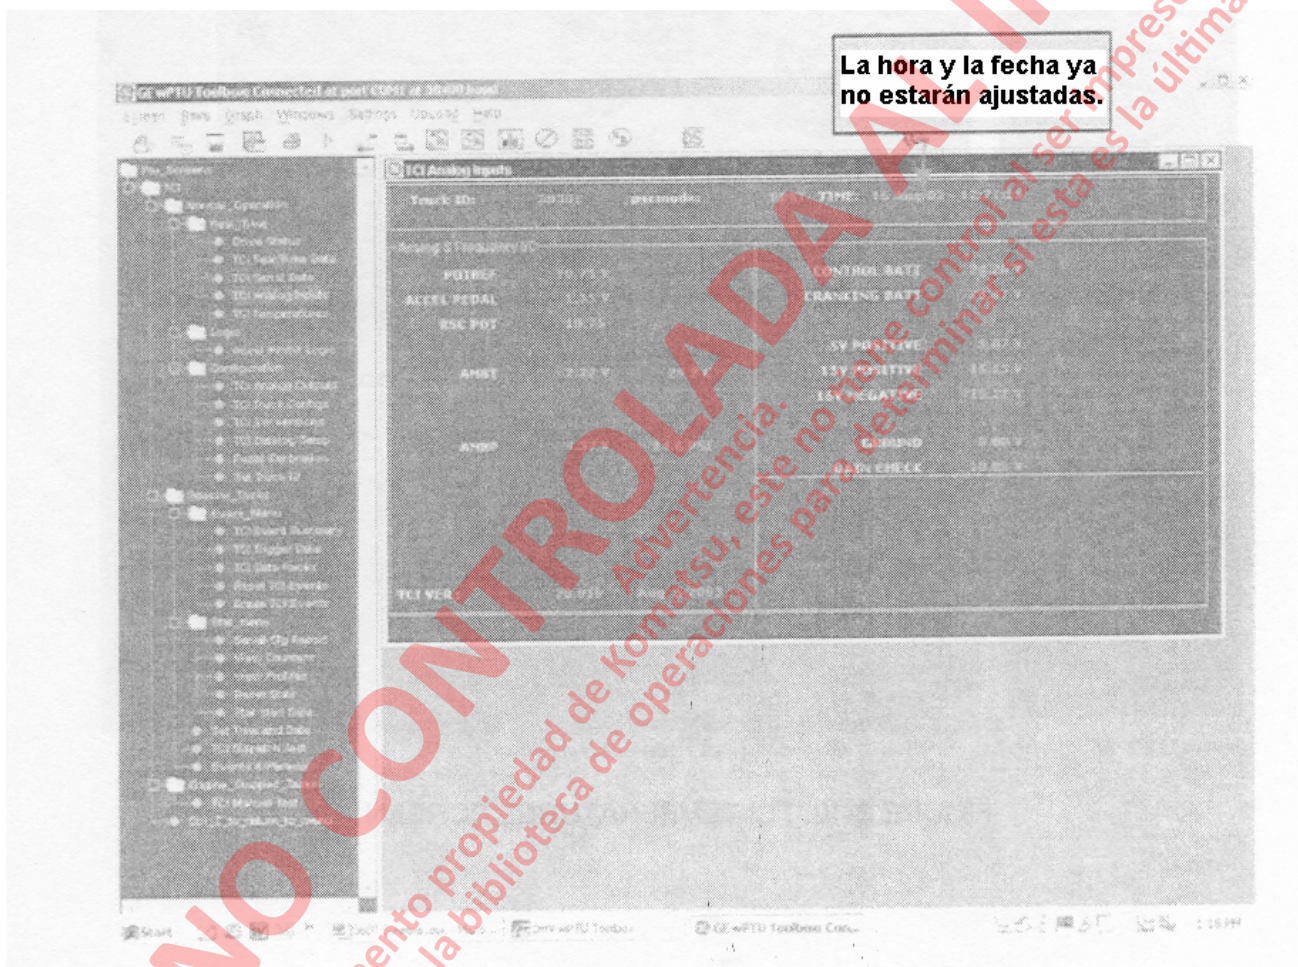

FIGURA 3-9. PANTALA DE ENTRADAS ANALOGAS TCI
- Verifique que los valores análogos sean similares al ejemplo de la Figura 3-9.